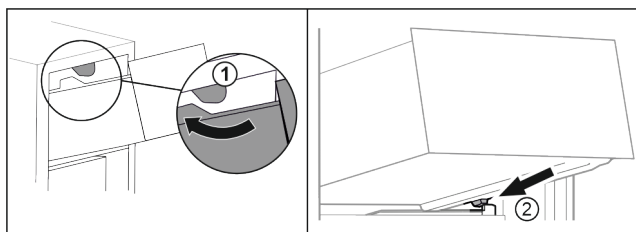

Fig. 65
- Predal speljite okrog zgornjih zaustavljalnikov. Fig. 65 (1)
- Predal postavite v poševnem položaju za spodnjimi zaustavljalniki na nastavek za posodo. Fig. 65 (2)